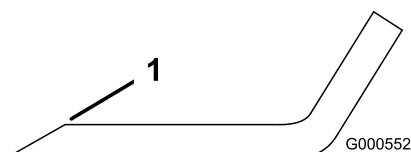
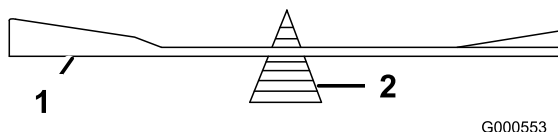

Figure 47
Figure 48
- Au moyen d'une lime, aiguisiez les tranchants aux deux extrémités de la lame (Figure 47) en veillant à conserver l'angle de coupe d'origine. Limez la même quantité de métal sur chacun des deux tranchants pour ne pas déséquilibrer la lame.
- Vérifiez l'équilibre de la lame en la plaçant sur un équilibreur (Figure 48). Si la lame reste horizontale, elle est équilibrée et peut être utilisée. Si la lame est déséquilibrée, limez un peu l'extrémité de la partie relevée seulement (Figure 47). Répétez la procédure jusqu'à ce que la lame soit équilibrée.